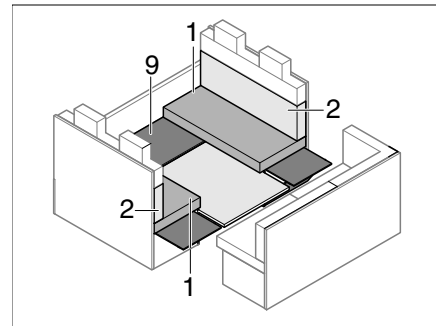

Fig. 200 Pendant la transformation
- Remettre le soubassement (Fig. 200,9) en place.